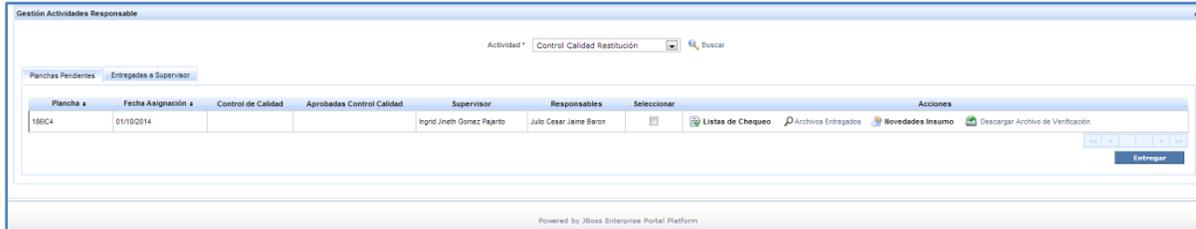

Figura 9. Listado de hojas asignadas en el aplicativo GEOCARTO
- Verifique la relación de hojas pendientes o cuales se han entregado al supervisor. En las hojas que tiene pendientes, a la derecha de cada una se encuentran las diferentes acciones que puede realizar. (Ver Figura 9).